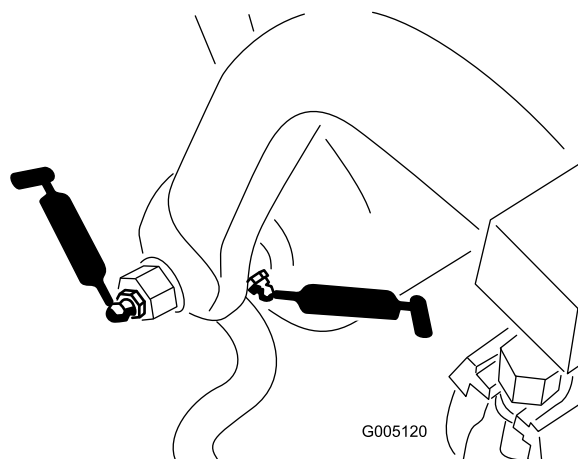

図 27
- ・ プル・フレームのシャフトとローラ：12 か所（図 27）